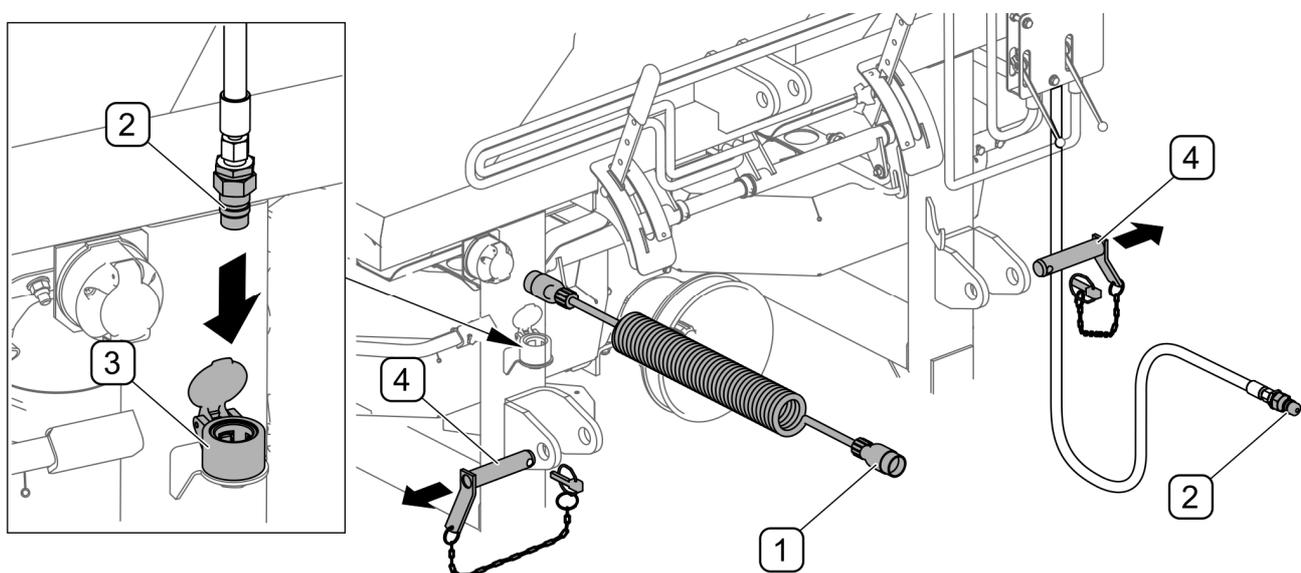

РИСУНОК 4.17 Отсоединение от трактора
- Отсоединить электропровод (1) световой сигнализации (РИСУНОК 4.17).
- Отсоединить от трактора штекер (2) гидропровода и поместить в специальное гнездо (3) на раме (РИСУНОК 4.17).
- Отсоединить верхнюю сцепку (так наз. верхнее тягово-сцепное устройство), вынуть шплинты штекеров (4), отсоединить нижние тяги трактора и отъехать от машины (РИСУНОК 4.17)